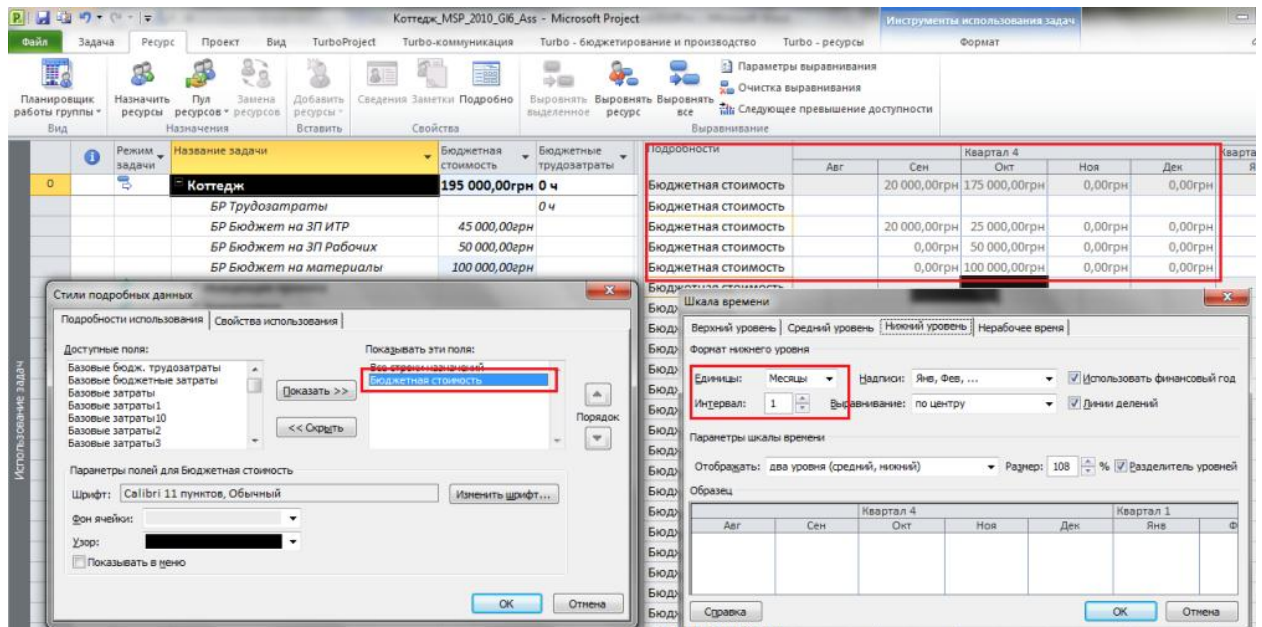

Рисунок 8.2 Определение бюджета проекта
- в меню, по желанию снять все галочки кроме галочки «Бюджетная стоимость», Рисунок 8.2.